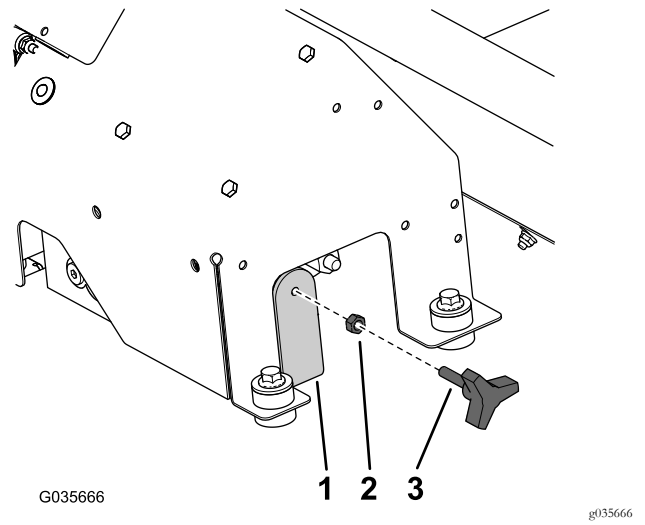

図 20
- 先ほど外したハーネスからノブを外し、これを、先ほど取り付けたノブブラケットに取り付ける 図 20。